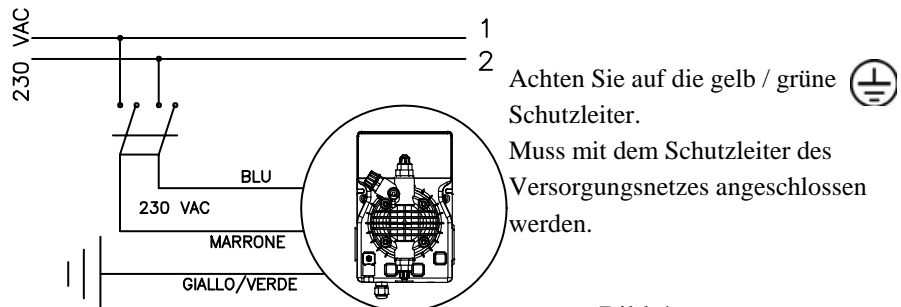

Bild 4
- Achten sie sorgfältig auf die Regelungen der verschiedenen Länder betreffend elektrische Installation Bild 4.